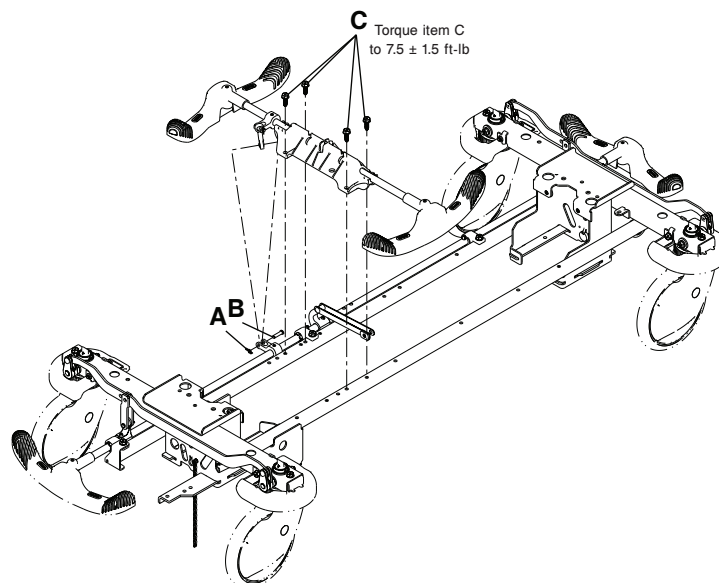

Figure 9 – Remplacer la tige de frein
3. À l'aide d'une pince à becs fins, retirer la goupille bêta (A) et l'axe à épaulement (B) qui fixent l'ensemble de frein à commande latérale au maillon de tige de frein à commande latérale (Figure 9). Conserver toutes les pièces.